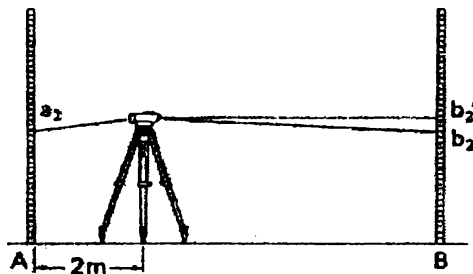

Рис. 7.6
2) Установите прибор на расстоянии 2м от точки А. Возьмите отсчеты  $a_2$  и  $b_2$  (рис. 7.6).